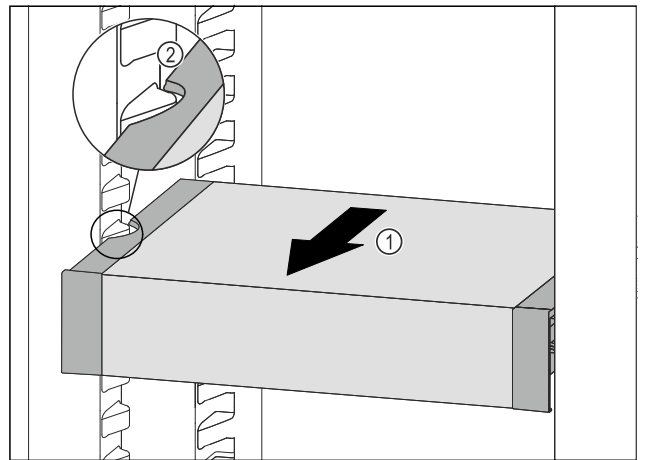

Fig. 128
- ▶ Trageți în față VarioSafe Fig. 128 (1), până când degajările laterale ale VarioSafe se află la înălțimea nervurii recipientului din frigider. Fig. 128 (2)